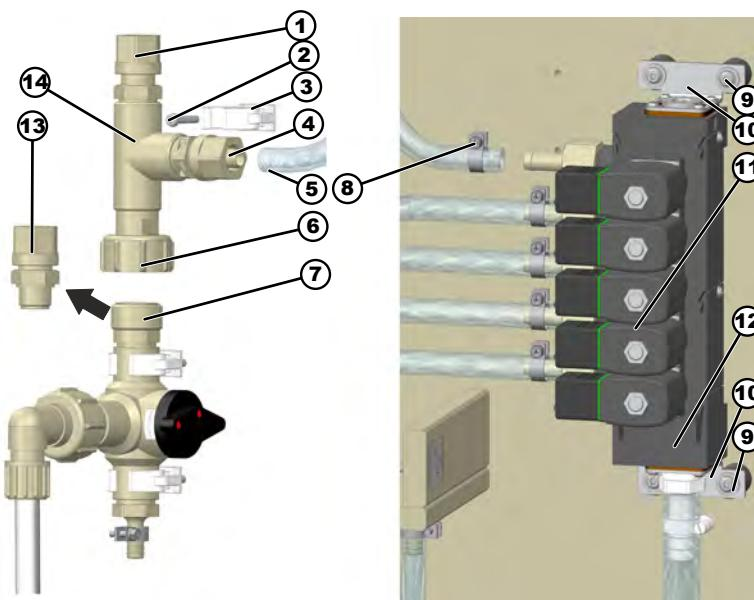

Abb. 12: Montage Wassernachspülung
3. ➤ Beidseitig Befestigungsschrauben (4 x, Abb. 12, Pos. 14) an den Befestigungswinkeln (2 x, Abb. 12, Pos. 11) lösen.
5. ➤ Endstück (Abb. 12, Pos. 12) lösen und abziehen.